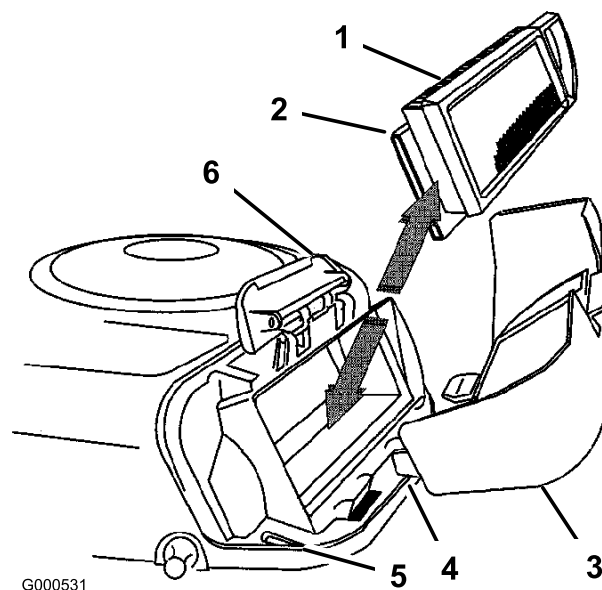

Figura 32
5. Deslice cuidadosamente el filtro de papel y el filtro de gomaespuma para retirarlos de la carcasa del soplador (Figura 32).
2. Alinee las pestañas de la tapa del limpiador de aire con las ranuras de la carcasa del soplador (Figura 32). Enganche el asa en la tapa y empuje hacia abajo el asa para fijar la tapa.